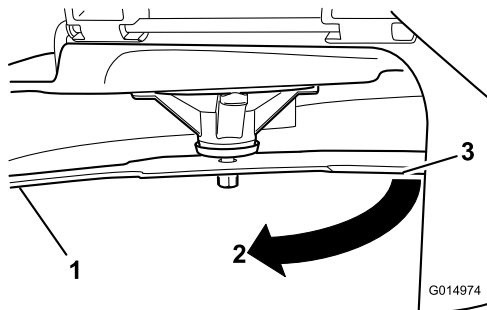

**Figura 60**
5. Măsurai de la vârful lamei până la suprafața plană (Figura 60).